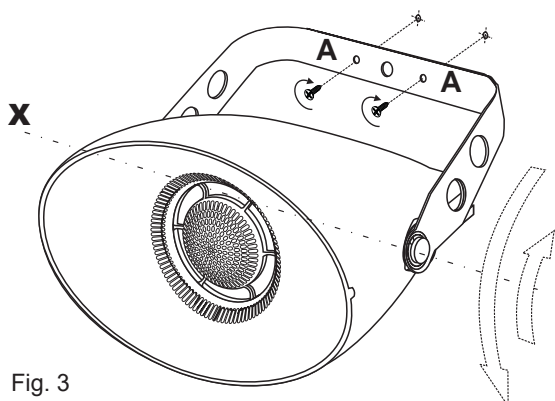

Fig. 3
Per il fissaggio a parete del proiettore, occorre utilizzare i fori posti nella parte centrale della staffa di sostegno. Per un fissaggio definitivo, utilizzare i fori (A) serrando a fondo le viti: con questo tipo d'installazione, la staffa resterà in posizione fissa, mentre il proiettore potrà essere orientato verso l'alto oppure verso il basso, ruotando sull'asse X (fig. 3). Nel caso si volesse invece fissare a muro il proiettore ma mantenerne la mobilità, occorrerà utilizzare il foro centrale (B): il proiettore, oltre all'orientamento alto/basso potrà anche essere ruotato sull'asse Y (fig. 4).
To fix the sound projector to the wall, it is necessary to use the holes in the central part of the supporting bracket. To fix it in place permanently, use holes (A), tightening the screws right in. With this type of installation the bracket will remain in a fixed position while it will be possible to direct the projector either upwards or downwards by turning it on the X axis (Fig. 3). If, on the other hand, the projector is required to be wall-mounted but maintaining its mobility, it will be necessary to use the central hole (B). In this case, in addition to directing the projector upwards or downwards, it will also be possible to rotate it on the Y axis (Fig. 4).